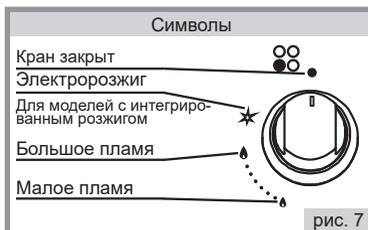

рис. 7
- Положение горелок на столе и символы состояния работы горелок схематично изображено (рис.7) возле рукоятки каждого крана на панели управления.